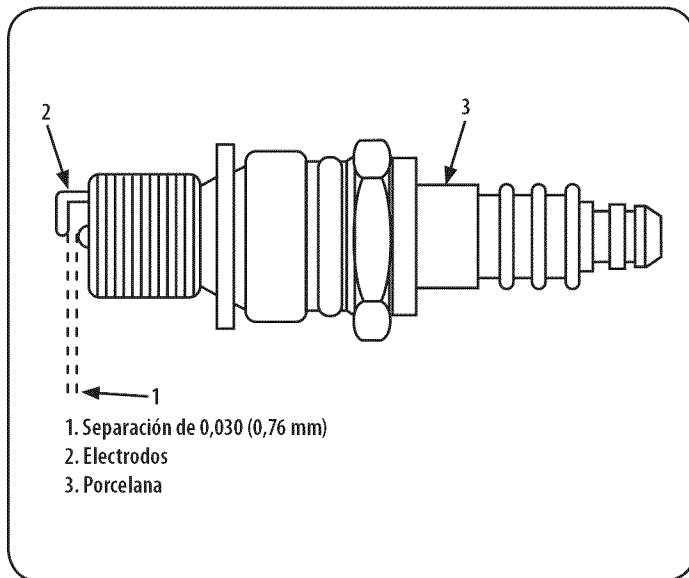

Figura 27
4. Compruebe la separación de electrodos con un calibre de separación de alambre y fije la separación en 0,030 pulgadas. Vea la Figura 27.